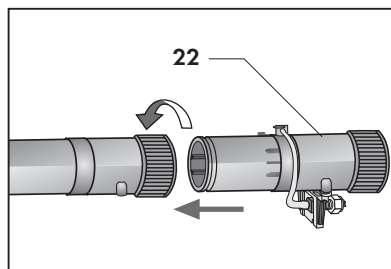

Fig. 22
- inserire la parte terminale femmina del tubo prolunga nella parte terminale maschio del nebulizzatore ruotando la ghiera di bloccaggio del tubo prolunga. (Fig. 22)